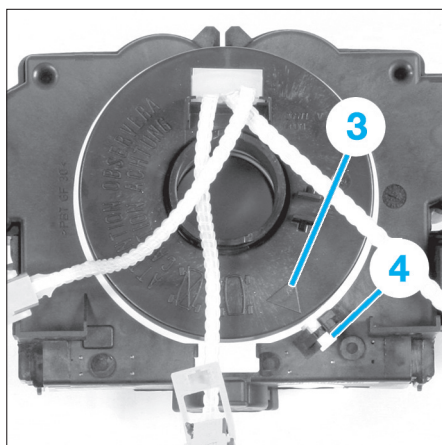

FIG. 4
- commandes au volant de marque Eaton et Delphi, la pointe du triangle (3) doit être orientée face à face avec le repère (4) (Fig.4),